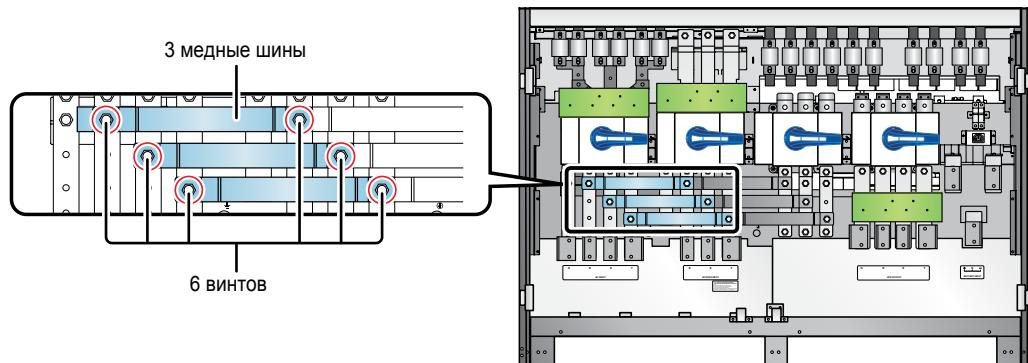

Рис. 5-9. Расположение шести винтов и трёх медных шин
- 2** После снятия панелей ослабьте торцевым ключом шесть винтов (см. Рис. 5-9), снимите три медные шины и затяните винты (момент затяжки винтов:  $250 \pm 5$  кгс.см). Теперь ИБП переведён в конфигурацию с двумя входами.